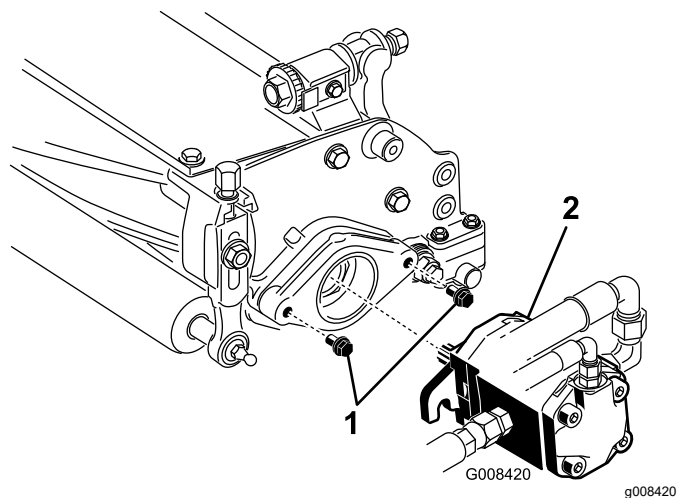

Figura 8
7. Certifique-se de que deixa uma folga de aproximadamente 13 mm em cada parafuso de montagem do motor da transmissão do cilindro (**Figura 8**).
8. Cubra o veio estriado do motor com massa lubrificante limpa e monte o motor rodando-o no sentido dos ponteiros do relógio até que a folga das cavilhas tenha sido eliminada. Rode o motor no sentido contrário aos ponteiros do relógio até que as flanges envolvam as cavilhas (**Figura 8**).
9. Aperte os parafusos de montagem (**Figura 8**).